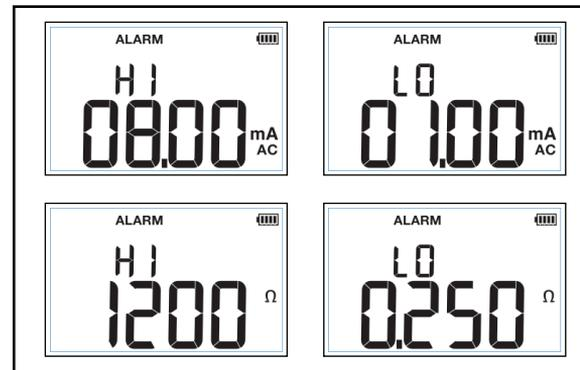

Figura 2. Funciones de alarma
1. Pulse **SETUP** hasta que aparezca **ALARM** (ALARMA) en la pantalla. Consulte la Figura 2.